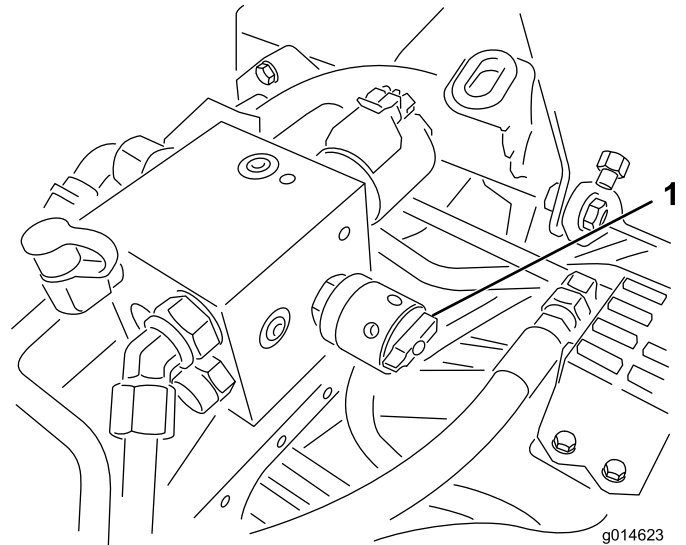

Figura 51
6. Gire el control de velocidad del molinete a la posición 1 (Figura 51).